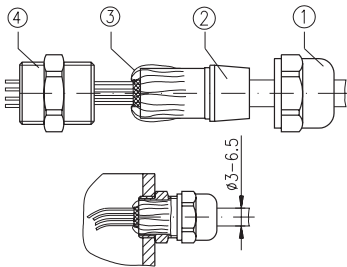

Abb. 2 : Kabelanschluss PG7
- Die Kabel gemäß Abb. 2 vorbereiten